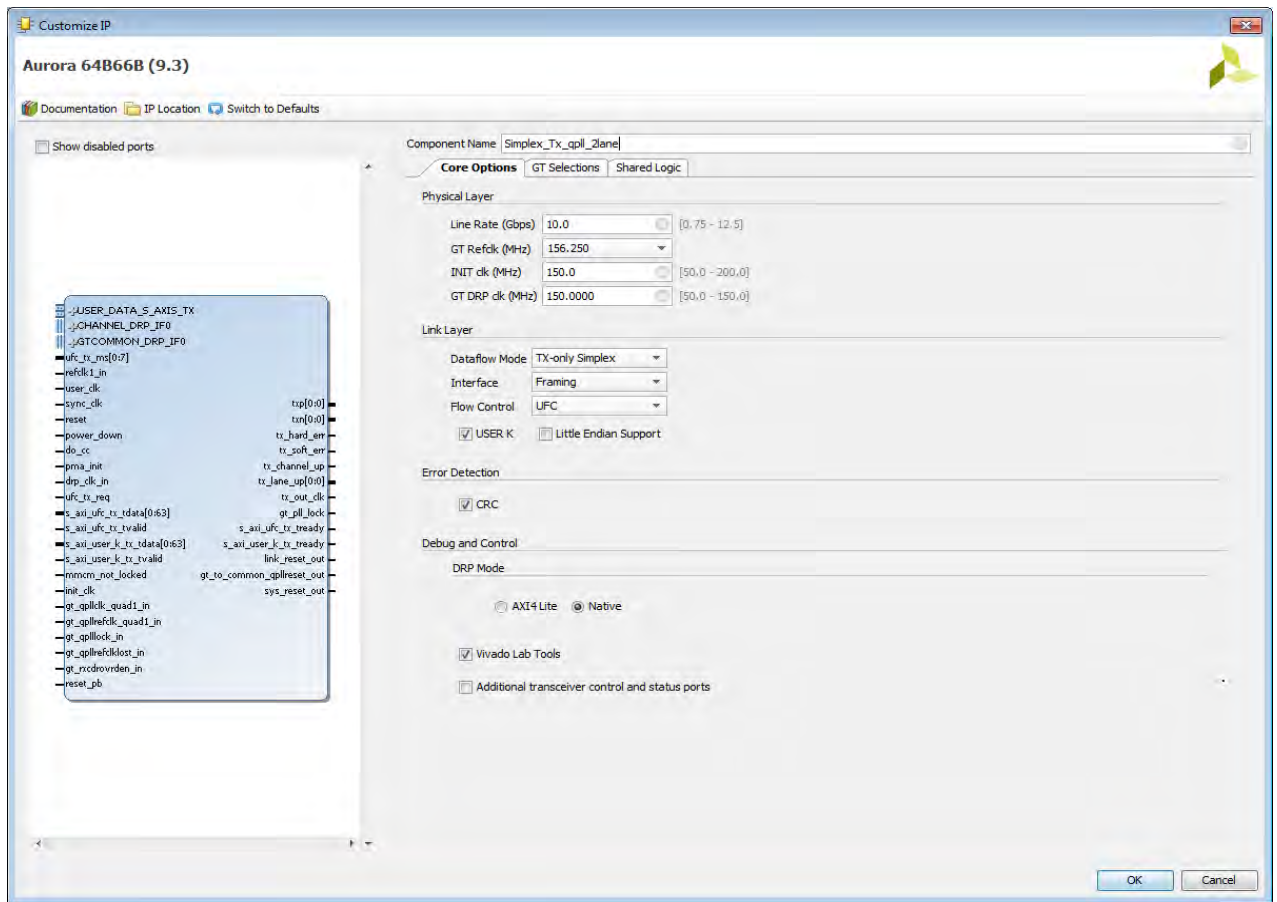

図 10 : Aurora 64B/66B コアを 2 レーン シンプレックス TX コアとして生成する場合の Vivado IDE の設定
4. 図 10 のようにコンフィギュレーション オプションを設定します。各オプションは、[Dataflow Mode] を除き 4 レーン RX デザインと同じ設定にしてください。